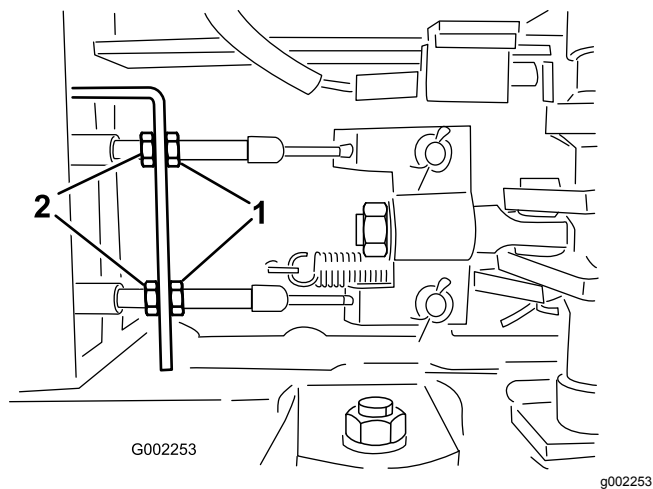

Bild 92
5. Lösen Sie die vorderen Klemmmuttern an den Bremskabel unter der Vorderseite des Sprühfahrzeugs (Bild 92).
6. Ziehen Sie die hinteren Klemmmuttern gleichmäßig an, bis das Spiel des Bremspedals 1-2 cm beträgt, bevor Sie einen Widerstand spüren (Bild 92).